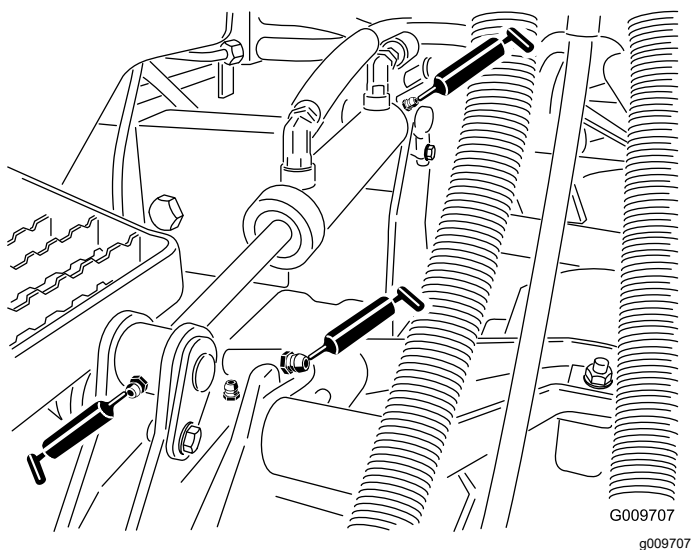

Bild 39
- Hubarmbüchsen (1 pro Mähwerk), wie in Bild 39 abgebildet
- Hubzylinder-Büchsen (2 pro Mähwerk), wie in Bild 39 abgebildet